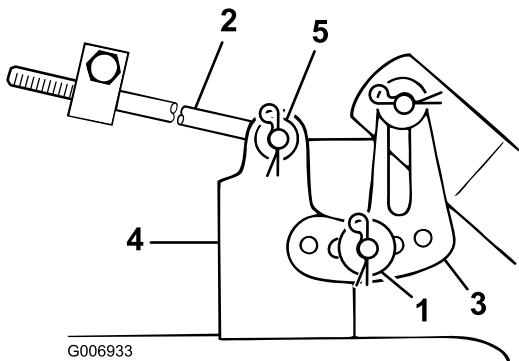

Figura 44
11. Deslice el extremo de la varilla larga a través del agujero del soporte del cortacésped (Figura 44).
12. Instale la arandela fina y el pasador para fijar la varilla en su sitio (Figura 44).
13. Monte el soporte de nivelación con ranuras del cortacésped sobre el pasador del montaje del cortacésped (Figura 44).
14. Instale la arandela gruesa y el pasador para fijar el cortacésped (Figura 44).